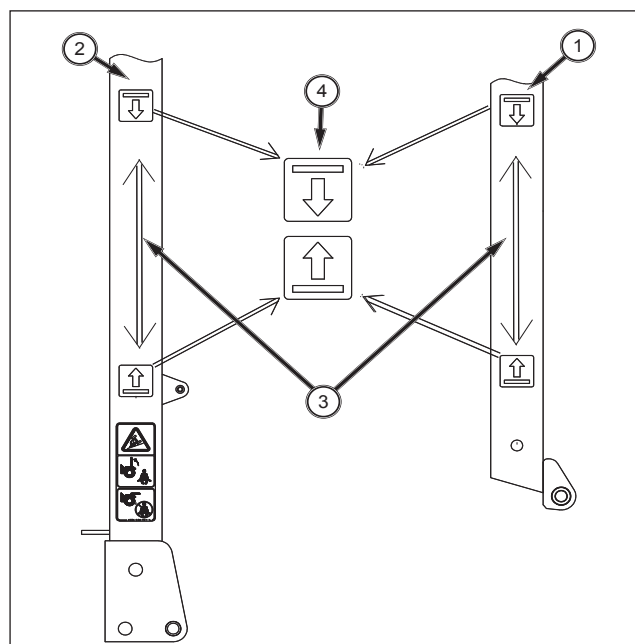

FIG. 94
ATTENTION : Fig. 94 - Lorsque vous repliez l'arceau de sécurité arrière (1) ou l'arceau de sécurité central (2) et que vous les remplacez en position droite, agrippez la partie délimitée (3) entre deux étiquettes (4) de l'arceau de sécurité.